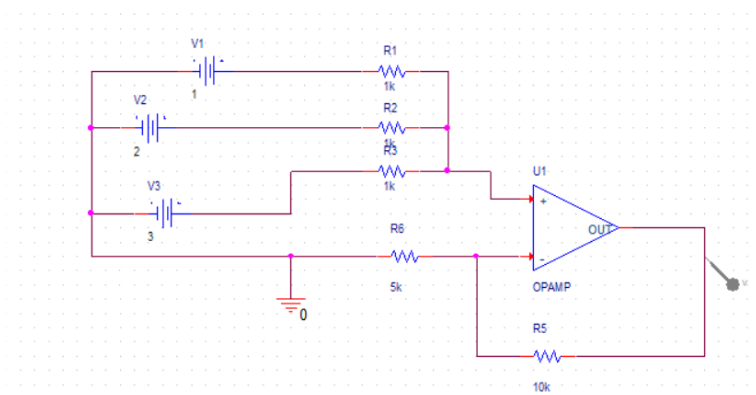

图 2 加法运算电路
1. 运用运放实现加法运算电路，设计电路如图 2 所示，其中左侧输入电压源分别为 1V、2V、3V 的直流电源，电路中所用电阻阻值分别为 1k、5k、10k，探针所测电压为输出端电压。